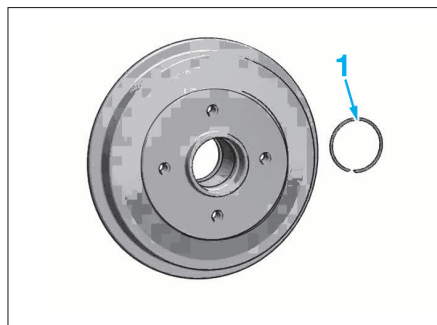

FIG. 46
- Déposer le circlips (1) (Fig.46).